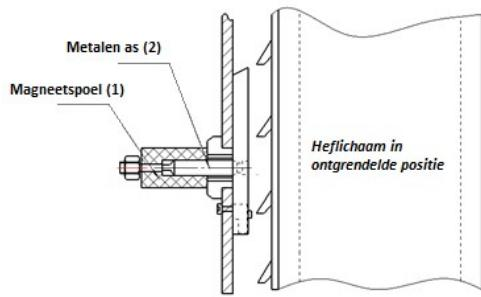

Abb.22
Bedienen Sie die Schaltfläche “senken”(3, Abb.22), Die Brücke hebt sich erst ein Stück damit die Magnetklappe der Pumpe die Hydraulischen Zylinder öffnen kann. Folgend entsperrt sich die Sicherheitssperre. Das Senken der Brücke wird ca. 1 bis 2 Sekunden verzögert durch die Magnetklappe. Gleichzeitig wird der Motor ausgeschaltet! Das Fahrzeug senkt bis an dem Fuß-Schutzmodus.
Während dem senkvorgang funktioniert die Magnetspule (1), unter Spannung. Dies bewirkt dass die Metall Achse(2) und der Sperrkörper (4) eingehalten werden (Abb.22). Die hervorragenden Flächen des Hubkörpers (6) gleiten Widerstandslos an dem Sperrkörper (4) entlang. Die Brücke kann Reibungslos in die gewünschte Position runtergefahren werden.